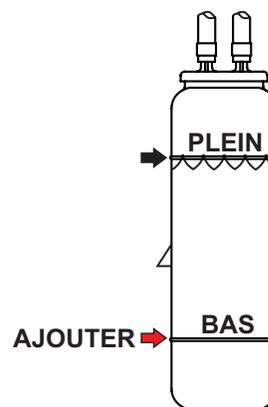

Figure 35. Réservoir de récupération du liquide de refroidissement
1. Vérifiez que le niveau du liquide de refroidissement dans le réservoir de récupération du liquide de refroidissement se situe entre les repères **PLEIN** et **FAIBLE**, comme indiqué sur la Figure 35.